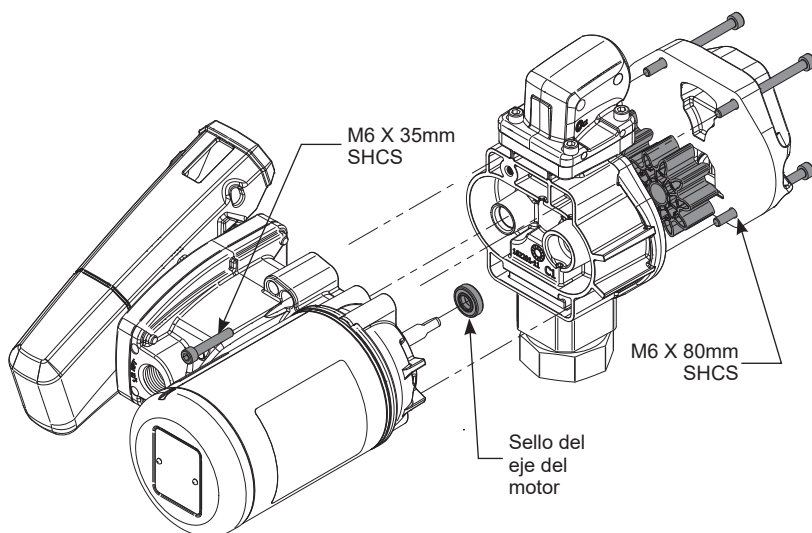

Figura 4
2. Con una llave hexagonal de 5 mm, retire los (4) M6 x 80mm SHCS en la placa de cubierta de engranajes y (1) M6 x 35mm SHCS ubicado en la parte posterior de la carcasa de la bomba. Separe la carcasa de la bomba y los accesorios del eje impulsor (vea Figura 4).
3. Retire el sello del eje del motor de la carcasa de la bomba (vea Figura 4).